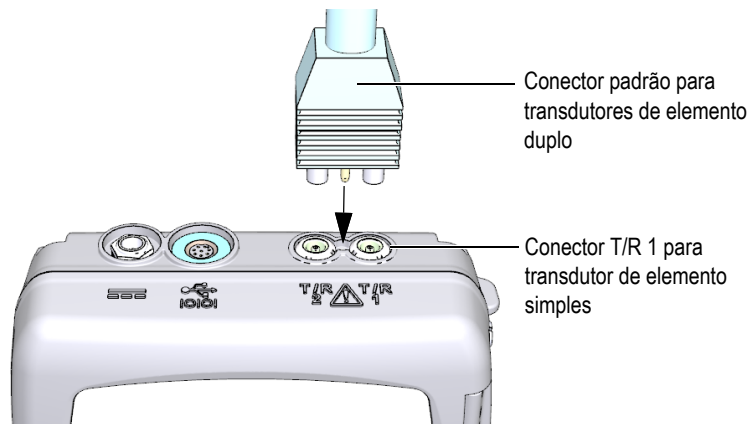

Figura 5-1 Conectando o transdutor
1. Conecte o transdutor ao(s) conector(es) do transdutor na parte superior do estojo do 39DL PLUS (consulte Figura 5-1 na página 82). Use o conector T/R 1 para transdutores de elemento único.